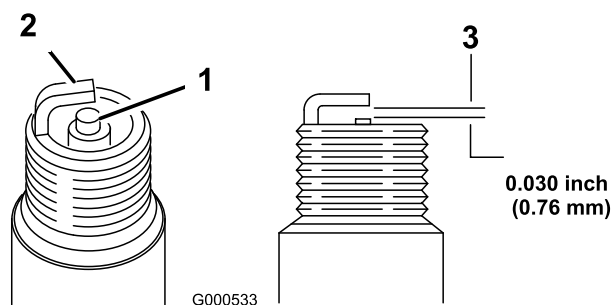

Figure 34
1. Contrôlez la bougie (Figure 34).
2. Contrôlez l'écartement entre l'électrode centrale et l'électrode latérale (Figure 34). Courbez l'électrode latérale si l'écartement est incorrect.